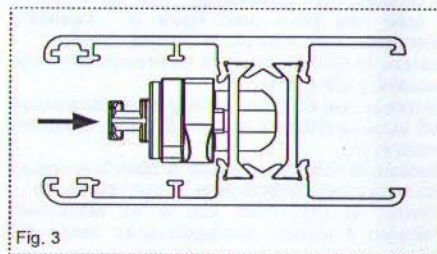

Fig. 3
- Inserire la Fast Block nel profilo anta (Fig.3), senza avvitare le viti frontali; il piolo  verrà posizionato sempre in alto.